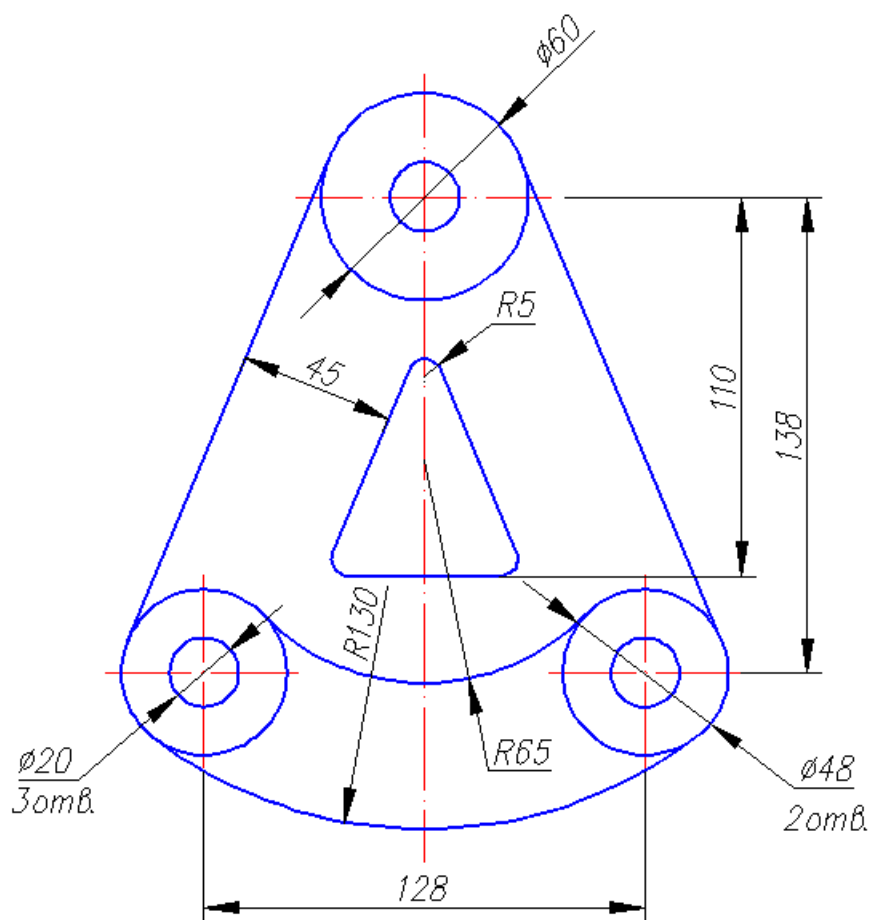

Рис. 79. Пример выполнения чертежа «Сопряжение»
3. Выполнить чертеж «Сопряжение» (см. рис. 79):
3.13. Нанести размеры (**Слой 3**) в соответствии с рис. 79 и подр. 2.6.6.